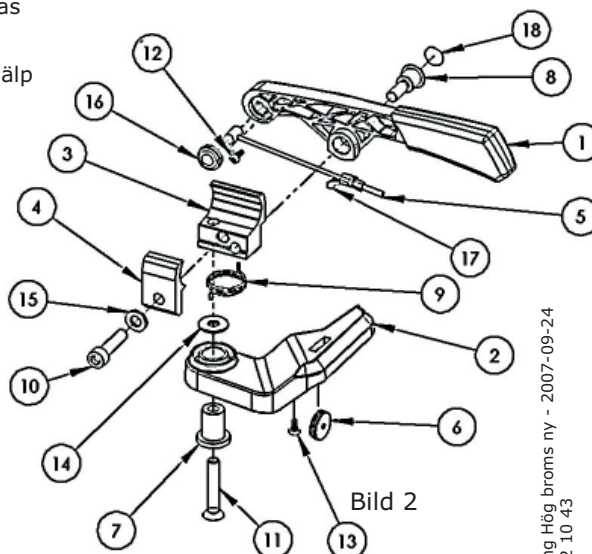

Bild 2
2. För att montera denna på stolen, så lossa lite på bulten på insidan av bromsen (10) (**bild 2**), så att du kan placera bromsens klämmor (3 och 4) runt rullstolens sitsrör.
3. Prova sedan att skruva fast bulten (10), och för bromsspaken (1) framåt för att bromsa. Bromsen skall justeras så att den i låst läge sjunker in i däckets ca 4-5 mm.
-Om du tycker att bromsningen är för lös, fäll tillbaka bromsspaken och lätta på bulten (10) och flytta bromsen en liten bit bakåt. Skruva fast bulten och kolla om du är nöjd med bromsningen.
-Om du tycker att bromsningen är för hård, lätta på bulten (10) och flytta bromsen en bit framåt. Skruva fast bulten och kolla om du är nöjd med bromsningen.
4. Se till att låsytan (2) ligger an rakt mot drivhjulet för att få en så bra bromsning som möjligt.
### Så här monterar du ihop bromsen (se bild 2):